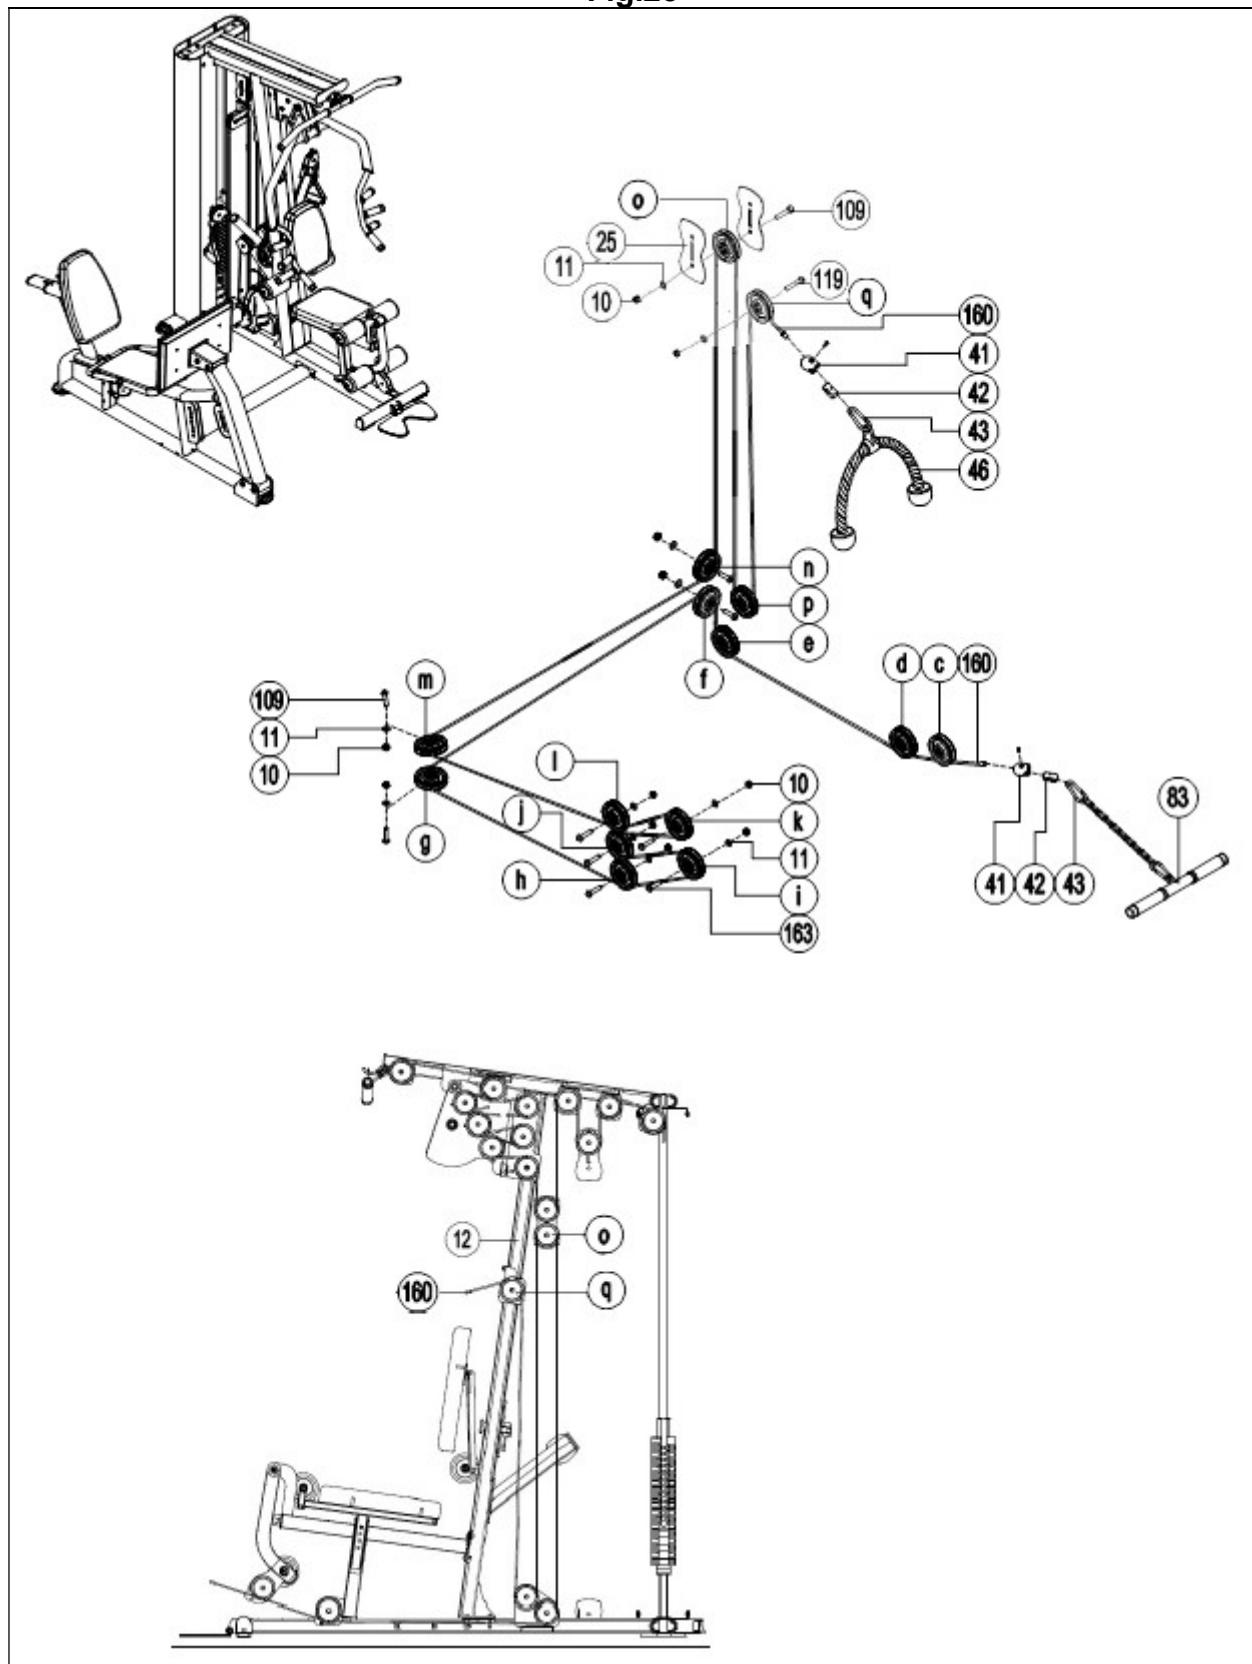

Fig.24
24.- Use el gancho (43) para fijar el agarre bíceps (46) con el eje del cable (42), Fig.24.
Enganche la cadena (44) con los ganchos (43) a la barra (83) en un lado y al eje del cable (42) en el otro, Fig.24.